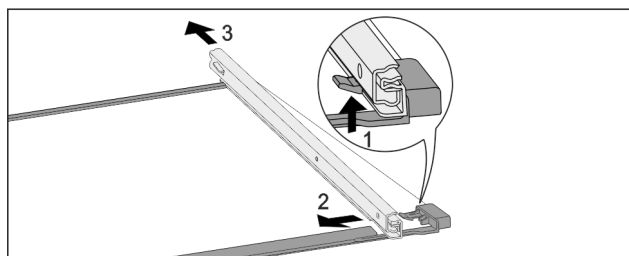

Fig. 205 Ripiano in vetro con guide
- ▶ Premere il gancio di fermo anteriore verso l'alto. Fig. 205 (1)
- ▶ Far scorrere la guida estraibile di lato Fig. 205 (2) e verso il lato posteriore Fig. 205 (3).